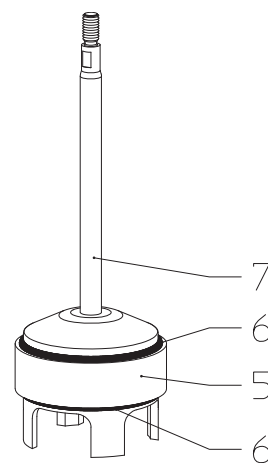

Fig. 10: Kegle med blød pakning
Ved udførelsen kegle med blød pakning (se Fig. 10) skal O-ringen (pos. 3) indføjes i sæderingen (pos. 2).